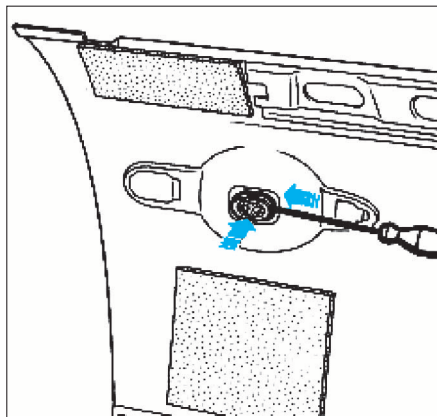

FIG. 79
- Déclipser le prisme à l'aide d'un tournevis plat (selon niveau d'équipement) (Fig.79).